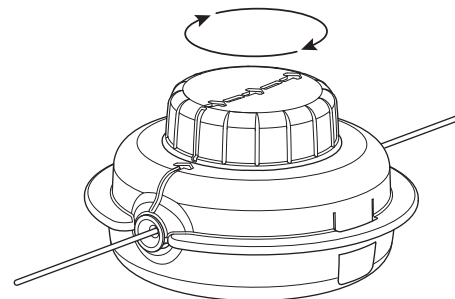

Fig. 19
5. Gire la perilla de impacto en el sentido de las agujas del reloj para enrollar el hilo hasta que sobresalgan aproximadamente 5 pulgadas (12.7 cm) por cada lado del cabezal de corte (Fig. 19). **NO** oprima la perilla de impacto mientras se enrolla el hilo.